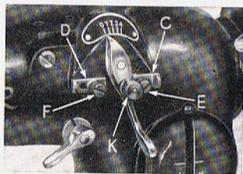

Abb. 28. Überstichhebelansschläge
**Überstichbegrenzung.** Der Überstichhebel A kann ebenso wie der Ausschlaghebel B auch während des Nähens verstellt werden, und zwar kann sowohl ein Wechsel zwischen gerader Naht und Zickzacknaht als auch zwischen verschiedenen breiten Zickzackstichen erfolgen. Will man, wie z. B. beim Knopflochnähen, die Überstichbreite begrenzen, so bediene man sich der Anschläge C und D Abb. 28. Der Anschlag C begrenzt den Überstich zwischen 2 und 4 mm, der Anschlag D zwischen 0 und 2 mm.